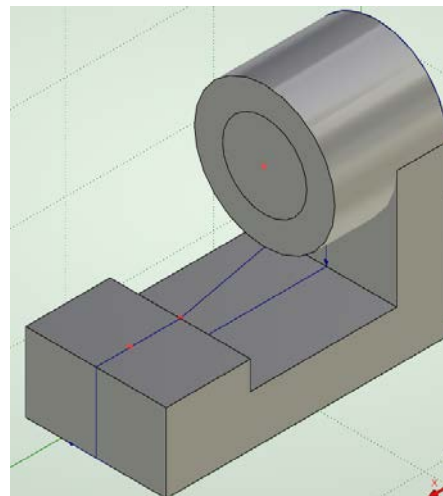

Рисунок 3.14 – Операция выталкивания двух профилей
6) Примените к профилям (созданным из штриховки на виде слева) операцию «Выталкивание». Для получения 3D тела укажите 3D узел 2 и 3D узел 6 (рисунок 3.14).